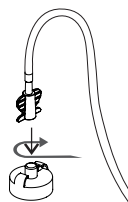

Рисунок 6-2
- Переходник может открепляться от соединительной трубки вращением против часовой стрелки. Для того, чтобы его прикрепить обратно, вращайте по часовой стрелке до щелчка (см. рис. 6-2).